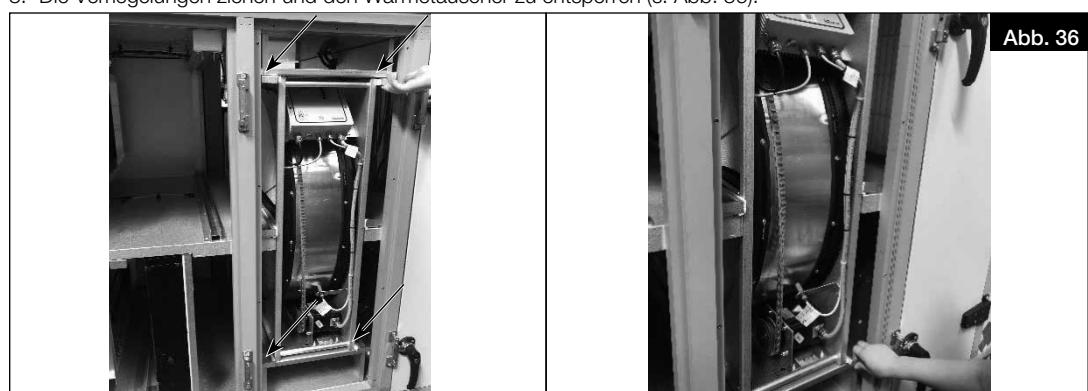

Abb. 36
3. Die Verriegelungen ziehen und den Wärmetauscher zu entsperren (s. Abb. 36).